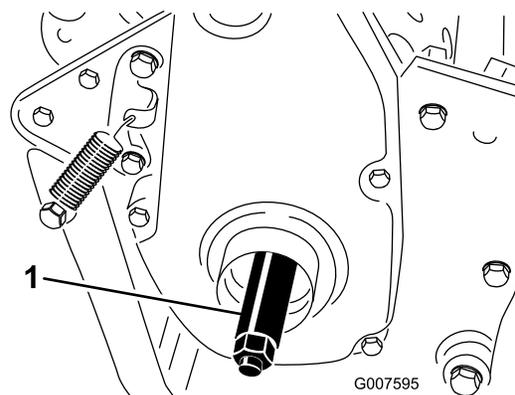

図 7
3. 右側ホイール・シャフトを機体の右側にある駆動プーリのネジ穴にねじ込む（図 7）。